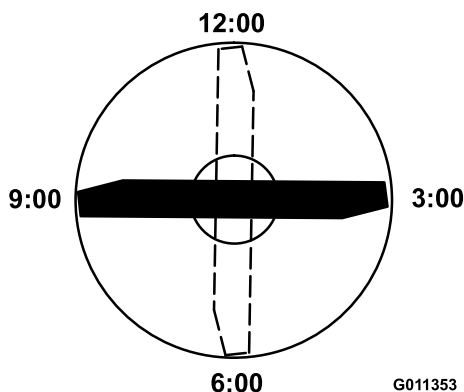

Figura 74
4. Coloque el filo de corte del extremo marcado de la cuchilla en la posición de las 12 (hacia adelante, en el sentido de la siega) (Figura 74) y mida la altura desde la mesa hasta el filo de corte de la cuchilla.
5. Gire el extremo marcado de la cuchilla a las posiciones de las 3 y de las 9 (Figura 74) y mida las alturas.